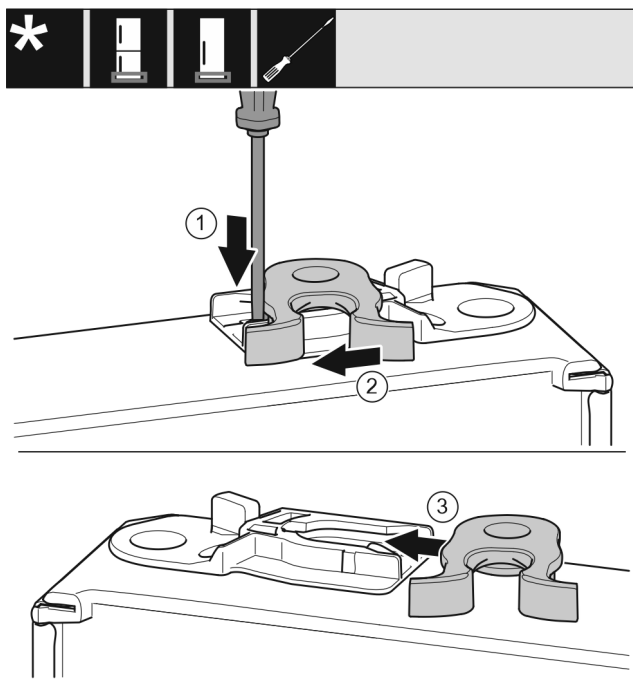

Fig. 17
- Nyomja le a fedőlemezt Fig. 17 (1) lapos csavarhúzóval.
- Húzza ki a záróhorgot Fig. 17 (2) a vezetősínből.
- Tolja be a záróhorgot Fig. 17 (3) a másik oldalon lévő vezetősínbe.